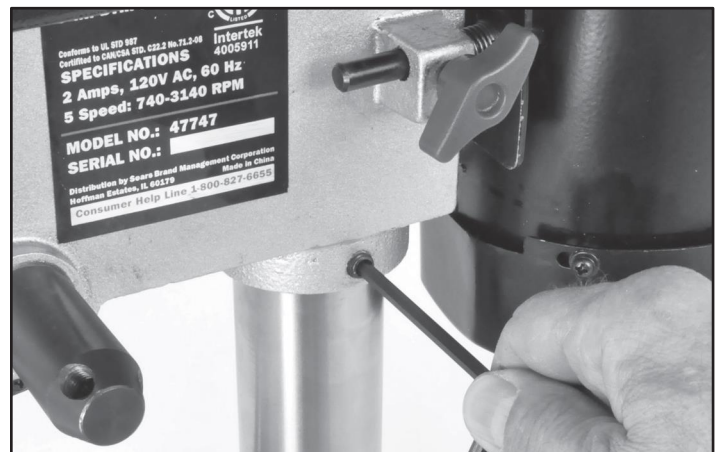

FIG. 4
4. Apriete la cabeza de la prensa taladradora en lugar en la columna mediante el bloqueo de los tornillos hexagonales en ambos lados de la pieza fundida. FIG. 4.